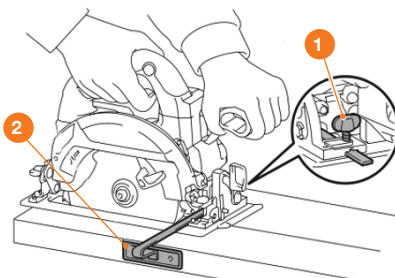

Рис. 3
- Ослабьте зажимной винт ❶. Вставьте параллельную направляющую ❷ в основание опорной плиты (Рис. 3).
- Установите параллельную направляющую ❷ на величину требуемого отступа.
- Затяните зажимной винт ❶.